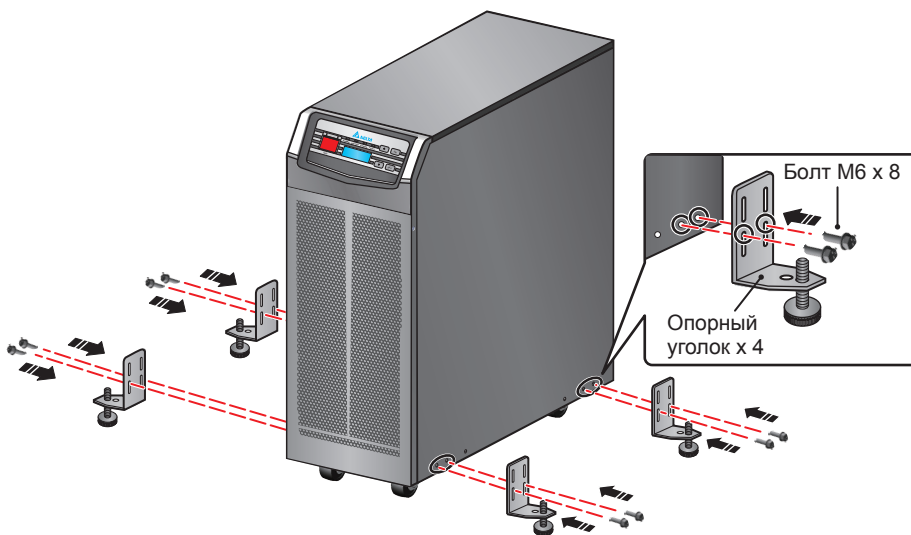

Рис. 6-4. Установка опорных уголков ИБП 15/20 кВА
- 3) Прикрепите с обеих сторон ИБП опорные уголки, как показано на **Рис. 6-4**. Обратите внимание, что винты М5 должны быть вставлены в нижний ряд крепёжных отверстий каждого опорного уголка и зафиксированы в верхнем положении соответствующего отверстия, (см. **Рис. 6-4**).